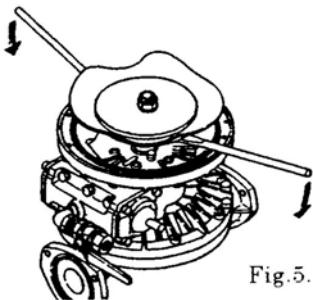

Fig. 5.10
- Druk de steunsschijf d.m.v. koevoeten de andere kant op, en sla het membraan om (behalve bij de modellen B□H, B□S. [Fig. 5.10, 5.11].